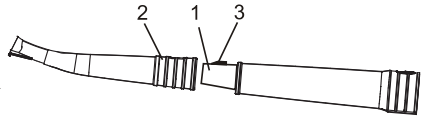

Fig. 3
1. Insérez la petite extrémité de la section arrière de la buse (1) dans la grande extrémité de la section avant de la buse (2) (Fig. 3).
2. Pousser les deux sections de la buse jusqu'à ce que le bouton de dégagement de la buse (3) émette un « clic » pour verrouiller les sections de la buse ensemble.